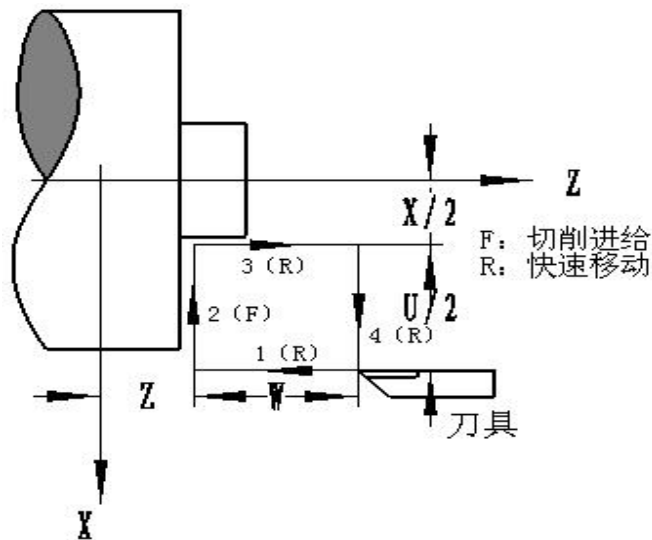
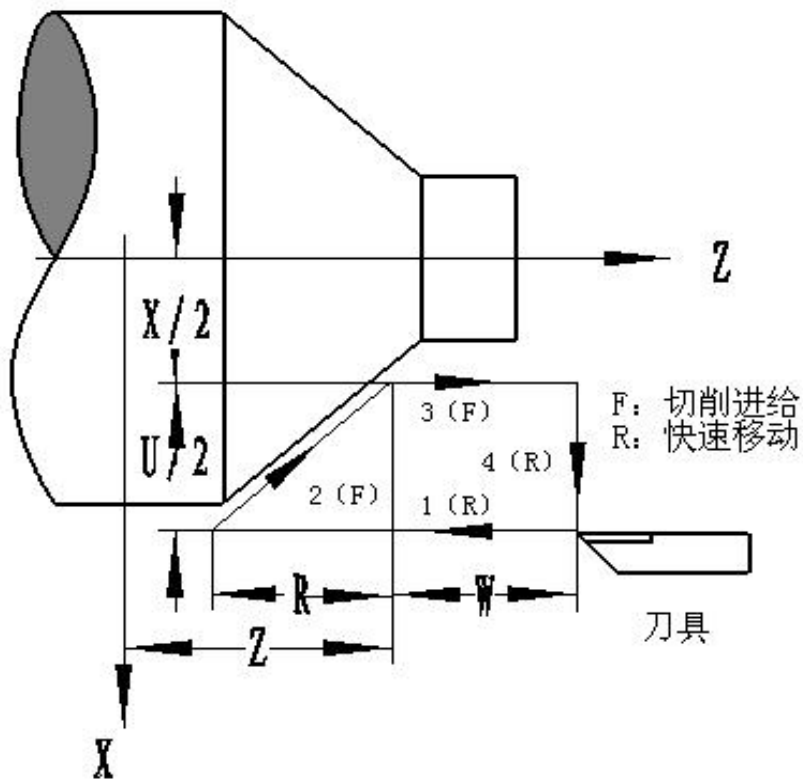

图 2-18
图 2-19
功能说明: G94 指令可实现端面以及锥度端面的单一循环加工, 循环完毕后刀具返回起刀点位置 (轨迹 1 的起点), 如图 2-18 和图 2-19。图中 (F) 线段表示切削进给, (R) 线段表示快速移动。
**G94 X (U) \_\_Z(W)\_\_F\_\_;**